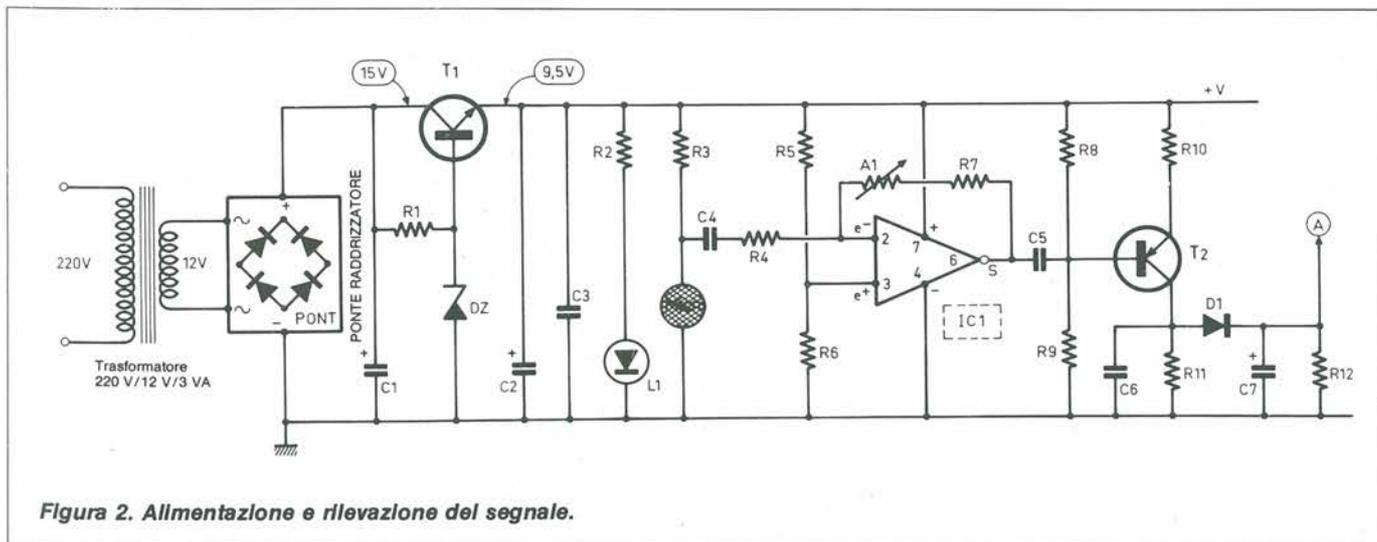

Figura 2. Alimentazione e rilevazione del segnale.
a) Alimentazione (Figura 2). La corrente viene prelevata dalla rete a 220 V e un trasformatore provvede ad abbassare a 12 V la tensione primaria.
b) Rilevazione dell'allarme (Figura 2). Un microfono a condensatore di elettretto, montato in serie al resistore R3, fornisce al suo terminale positivo i segnali corrispondenti alle onde sonore generate dalla sveglia dell'orologio da polso. L'amplificazione è garantita da un classico 741. Ricordiamo che il guadagno di uno stadio di questo genere si ricava dalla relazione:
c) Elaborazione del segnale (Figura 2 e 3). Il condensatore C6 garantisce una prima integrazione della frequenza, relativamente alta, del segnale musicale. Un secondo sistema integratore è formato dal condensatore di maggior valore C7, da R12 e dal diodo anti-inversione D1: ha lo scopo di sopprimere le piccole interruzioni che avvengono quando viene emesso l'allarme. In realtà, il segnale può essere formato da una serie di bip oppure, in modo più piacevole e originale, da un motivetto conosciuto. È così presente, nel punto A del circuit-